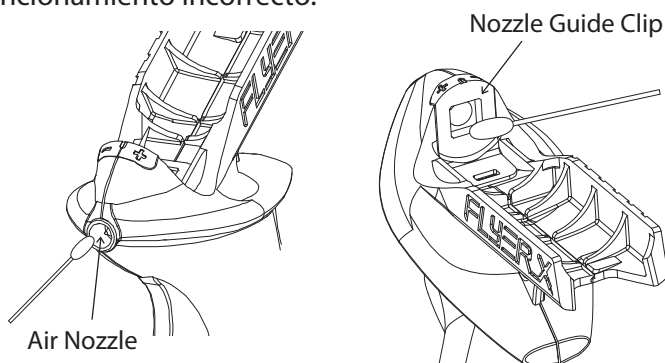

Fig. 11
2. Limpie la boquilla de aire y el clip guía de boquilla utilizando un bastoncillo de algodón para asegurarse de que no queden restos de pintura ni pelusas. **Fig. 11**